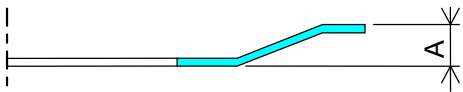

图 4-12
- (1) 板簧出现断裂或者龟裂时，请予以更换。
- (2) 按图 4-12 所示，测定弹簧高度，小于 A 尺寸时，请予以更换。（参照表 4-4）